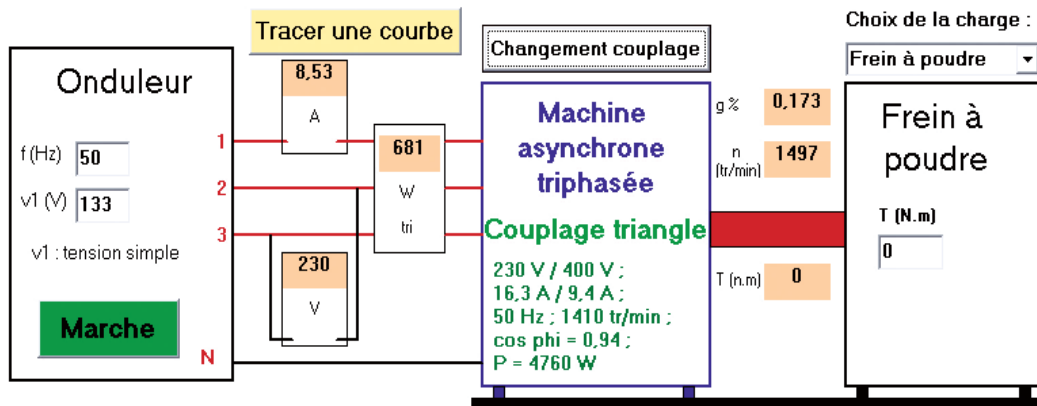

Figure 23
2. La plaque signalétique du moteur asynchrone est représentée en vert sur la figure 23. Compléter le tableau ci-dessous par le nom des grandeurs physiques relatives aux valeurs suivantes.